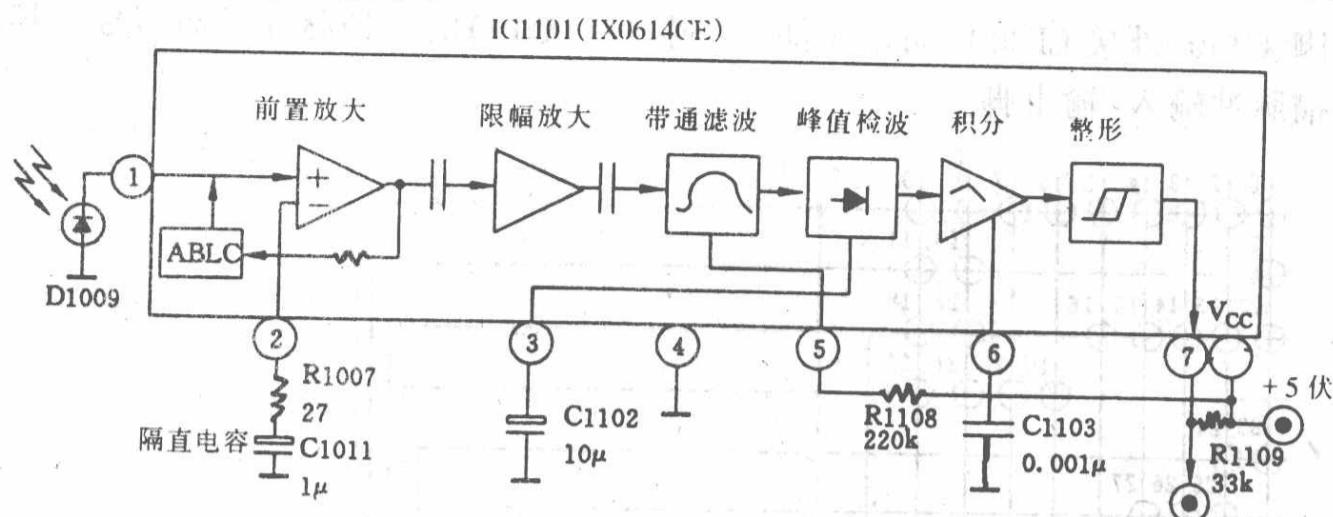

图 1-4 遥控接收器电路
(2) 遥控接收器
遥控接收器由集成电路 IC1101 (IX0614CE) 组成(如图 1-4 所示)。脚①输入光电二极管 D1009 接收的红外遥控信号转换成电信号, 经前置放大器放大后加到限幅放大器。脚②外接的 R1007 的阻值决定前置放大器增益。IC1101 包含有自动偏置电平控制 (ABLC) 电路, 用以自动控制前置放大器的增益, 使接收器在红外遥控强信号输入时避免过载。脚③内接峰值检波电路 (之前信号已经过带通滤波), 其从调制信号中检出遥控指令编码, 该编码经积分与整形, 然后从 IC1101 脚⑦输出到微机 IC1001